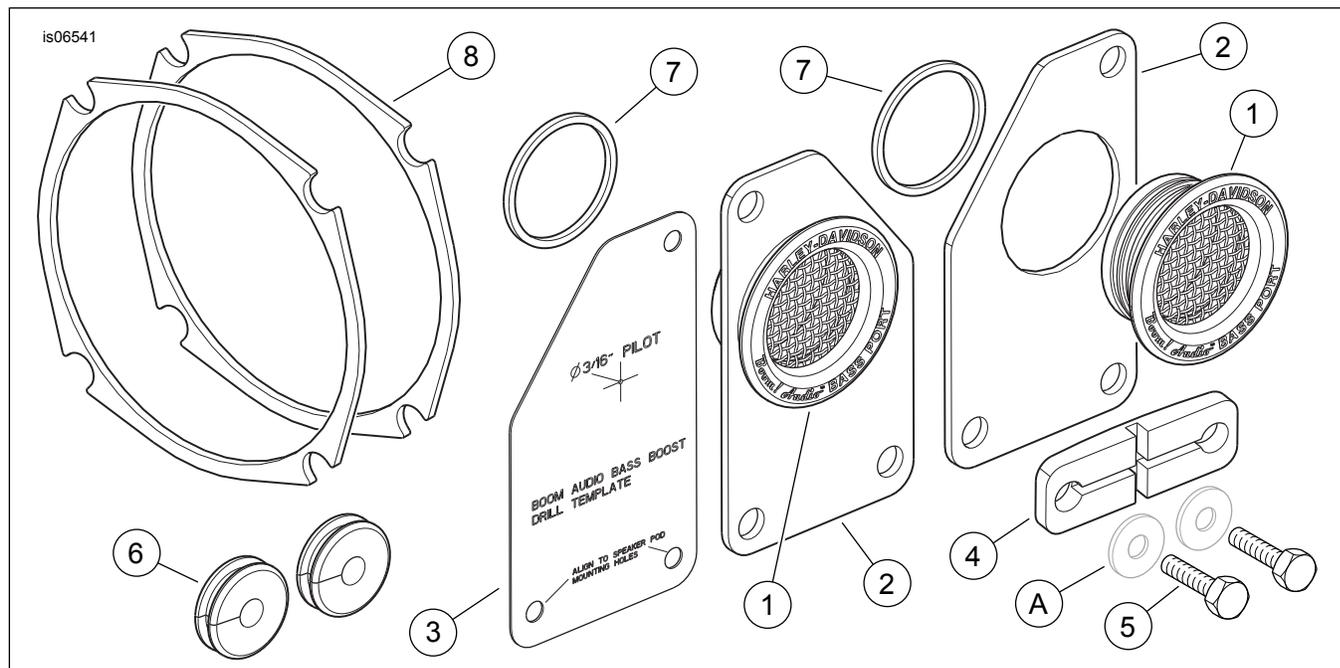

Figura 1. Piezas de servicio: Kit de puertos del Tour-Pak de amplificador de bajos BOOM! Audio
Vea Figura 1 y Tabla 1.
7. Vea Figura 1. Obtenga la plantilla de perforación (3) del kit. **Si NO está equipado con un puerto de alimentación: Si está equipado con un puerto de alimentación:**